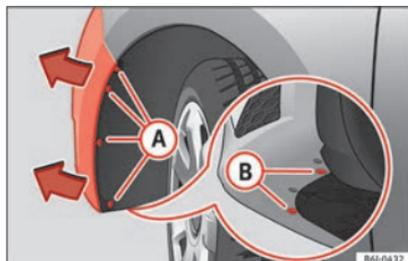

Fig. 103 Phare antibrouillard : accès au connecteur et au porte-ampoule.
- Retirez les 4 vis (A) » fig. 103 de l'intérieur de l'aile et les 2 vis inférieures (B) » fig. 103 du pare-chocs en vous servant d'un tournevis.